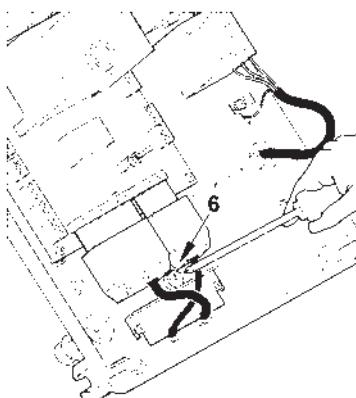

Рисунок 3
3) Поместите кабельный зажим, как указано на рис. 3. Поверните эксцентрик (6) так, чтобы пластиинка зажима оказала должное давление надвдва кабеля, теперь можно затянуть винты, фиксирующие пластиинку зажима. Наконец, соедините два разъёма 7-ми и 4-штырьковый.